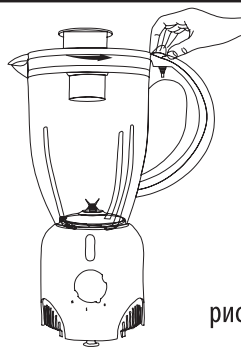

рис. 3
- Поместите крышку с мерным колпачком обратно на кувшин блендера и поверните крышку против часовой стрелки для блокировки, как показано на рис. 3.